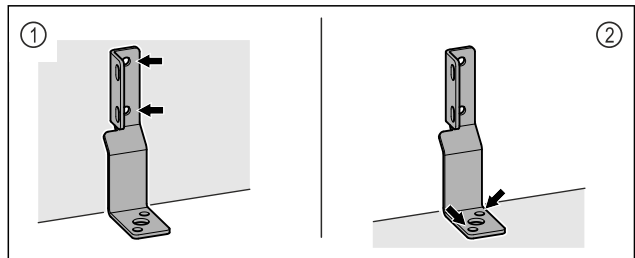

Fig. 45
- ▶ Στερεώστε τη γωνία στον τοίχο Fig. 45 (1) ή στο δάπεδο Fig. 45 (2).